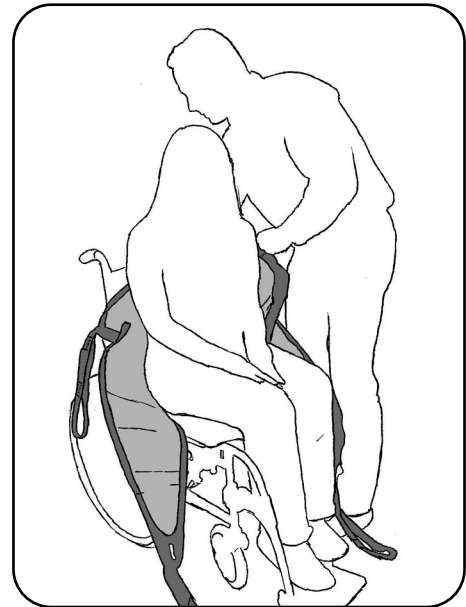

Abb. 8.2.04 – Liftergurt zwischen Patient und Sitzfläche positioniert
4. Schieben Sie den Liftergurt mit der Gurtoberkante bis auf Höhe des Achselbereiches (Abb. 8.2.04). Achten Sie darauf, dass die Beinstützen jeweils rechts und links von den Beinen des Patienten liegen und nicht verdreht sind.